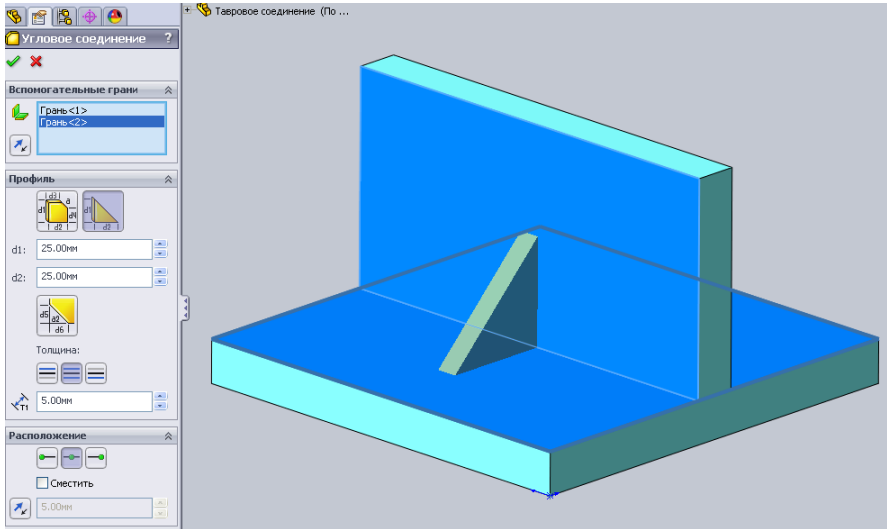
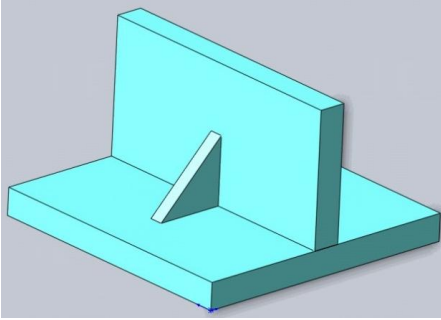

Рисунок 10.38 - Элемент кутового з'єднання між двома плоскими гранями
Рисунок 10.39 - Готова деталь із кутовим елементом
4. На панелі інструментів «Сварные детали» викличте команду - «Угловое соединение», яка додає елемент кутового з'єднання між двома плоскими гранями, що примикають. У менеджері властивостей з'явиться діалогове вікно «Угловое соединение» (рис. 10.38).
Клацніть мишею в полі «**Вспомогательные грани**», а потім виберіть їх на деталі, як показано на рис. 10.38. У параметрі «**Профиль**» можна вибрати один із двох профілів:
Після вибору профілю можна задати його розміри. За допомогою параметра «**Толщина**» можна задати розмір елемента й указати за допомогою кнопок центрування елемента: по внутрішній стороні, симетрично й по зовнішній стороні. А за допомогою кнопок можна задати положення елемента щодо деталі: у початковій точці, у серединній точці або в кінцевій точці. При вказуванні положення в серединній точці можливе завдання зсуву на певну величину. Задайте розміри й параметри так, як зазначено на рис. 10.38, і натисніть кнопку **ОК**. Таким чином, ви одержите елемент, показаний на рис. 10.39.